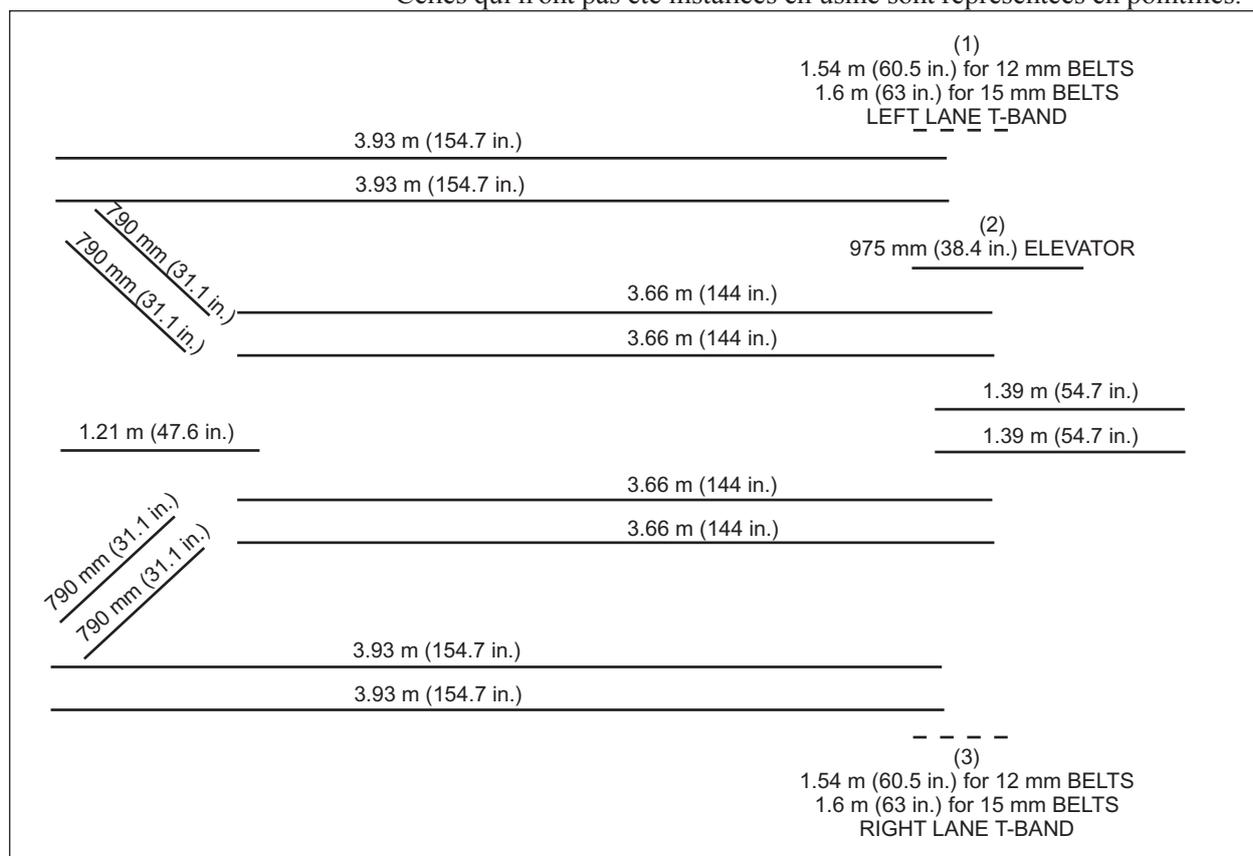

Figure 8-9. Longueurs des courroies rondes
- La *Figure 8-9* indique la longueur nominale des courroies de distribution. Celles qui n'ont pas été installées en usine sont représentées en pointillés.